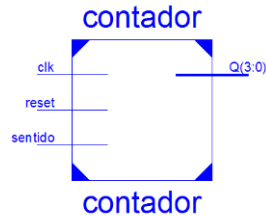

Fig. 1
6. En la siguiente ventana podemos ingresar las entradas y salidas que tendrá la entidad. (consulte la Fig. 1).